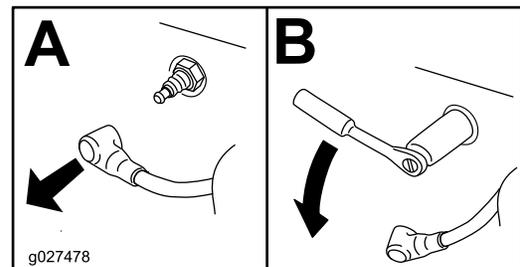

Figura 38
3. Togliete la candela (Figura 38).